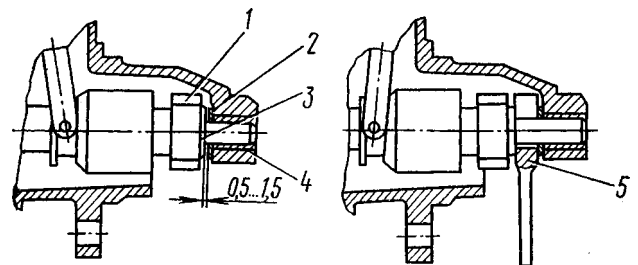

Рис. 343. Регулирование реле стартера: 1 - шестерня привода; 2 - шайба упорная; 3 - втулка привода; 4 - вкладыш со стороны привода; 5 - прокладка
- проверьте регулировку реле стартера. Для этого вывод обмоток реле соедините с положительным выводом аккумуляторной батареи, а корпус стартера — с отрицательным. Для контроля замыкания контактов в цепь между положительным выводом аккумуляторной батареи и контактным болтом реле стартера (отсоединенным от положительного вывода батареи) включите лампу (24 В). Подайте напряжение на реле стартера и замерьте зазор между упорной шайбой на валу якоря и втулкой привода, который должен быть равен 0,5... 1,5 мм (рис. 343). Контакты реле при этом замыкаются, и лампа загорается.